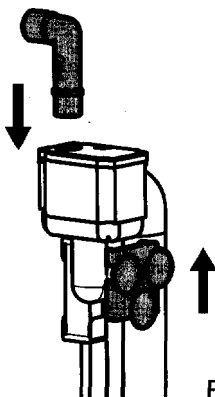

Рис. 1
3. Взгляните на отдельную СХЕМУ БЫСТРОГО ПОДКЛЮЧЕНИЯ. Держите блок с УФ-лампой вертикально. Подсоедините крепление с присосками к стерилизатору. Вставьте тонкий пластиковый соединитель в выпускное отверстие помпы (См. Рис.1).